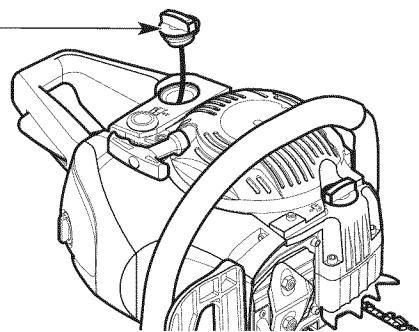

Fig. 2
2. Quitele la tapa al tanque (Fig. 2).